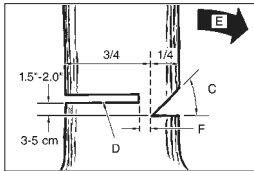

Abb. 13
**ACHTUNG:** Treten Sie nie vor einem Baum, der eingekerbt ist. Führen Sie den Fällschnitt (D) auf der anderen Seite des Baumes ca. 3,5 cm oberhalb der Kerbkante (C) aus (Abb. 13).